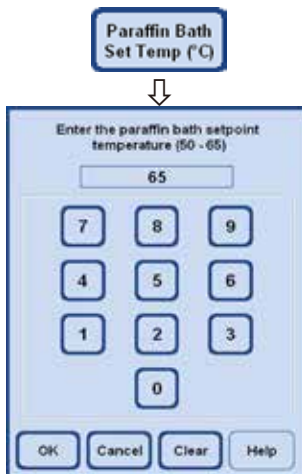

Bild 90
- Tryck på **PARAFFIN BATH SET TEMP.** (inställd temp paraffinbad) för att öppna det fönster där du anger paraffinbadets temperatur (bild 90).